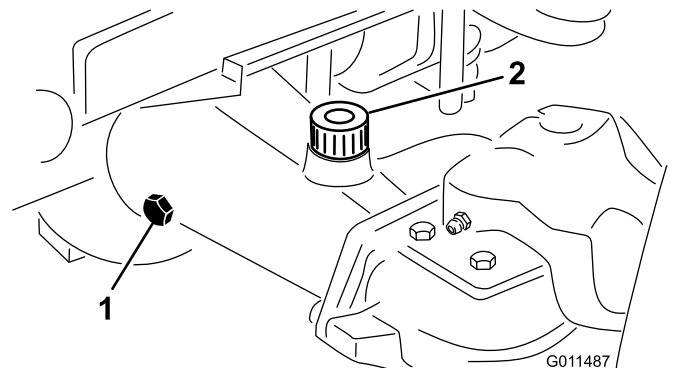

Bild 14
2. Entfernen Sie die Prüfschraube aus einem Ende der Achse (Bild 14) und stellen sicher, dass der Schmierstoff die Unterseite des Lochs erreicht. Entfernen Sie bei niedrigem Ölstand die Füllschraube (Bild 14) und füllen genug Öl ein, um den Stand bis an die Unterseite der Prüfschraubenöffnungen anzuheben.